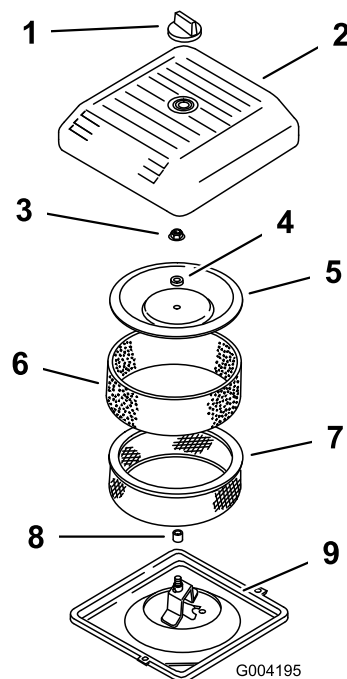

図 155
3. エアクリーナのカバーを固定しているノブを外し、カバーを取り出す( 図 155 )。
4. ペーパーエレメントについているスポンジエレメントを注意深く外す(図 155)。
5. カバーナットを外し、カバー、スペーサ、ペーパーエレメントを外す(図 155)。